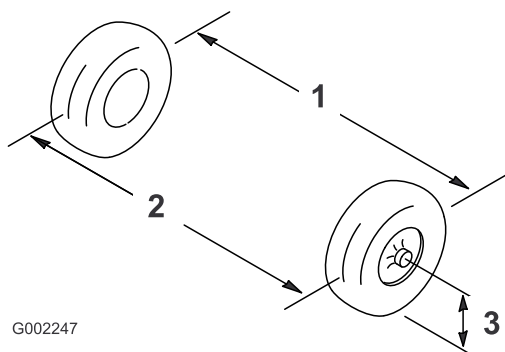

图 88
2. 以轮轴的高度为标准、分别测出两个前轮的轮前距离和轮后距离图 88。